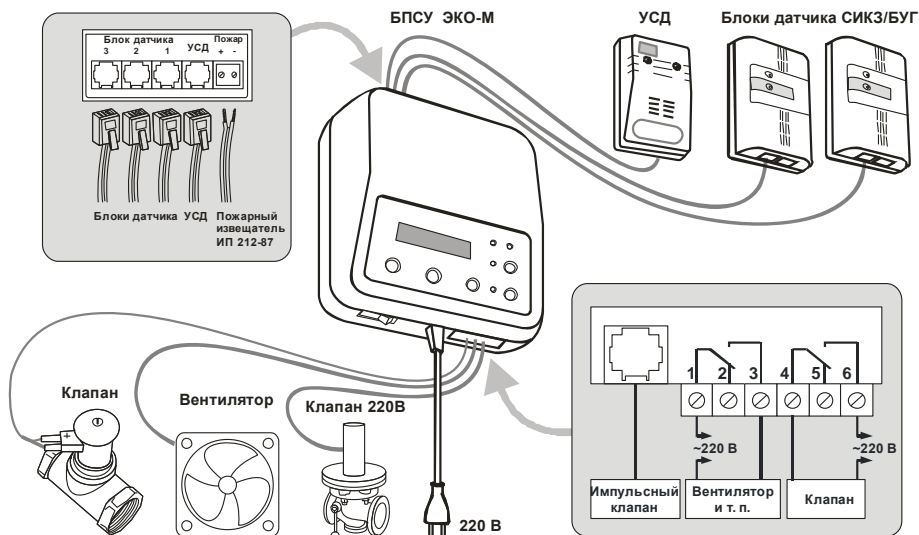

Рисунок 1 – Внешний вид Системы
1.1.2. К БПСУ можно подключить (см. рисунок 1):
На передней панели БПСУ (рисунок 1) расположены: